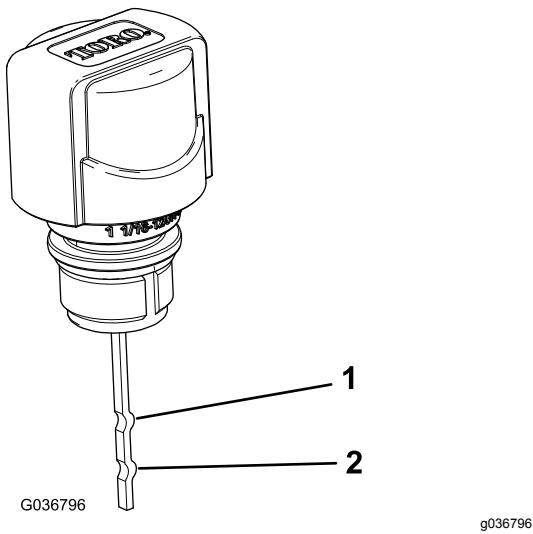

Figura 22
- Nota:** Il livello del fluido deve essere tra il limite superiore e il limite inferiore sull'asta di livello (Figura 22).